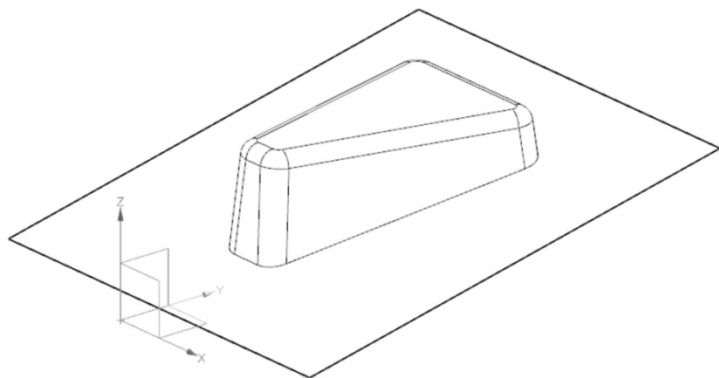

图 13-8 创建拉伸曲面
(19) 单击“完成”按钮，在【拉伸】对话框中对“指定矢量”选择“XC ↑”，“结束”选择“对称值”，“距离”设为 30mm。
(20) 单击“确定”按钮，创建一个拉伸曲面，如图 13-8 所示。